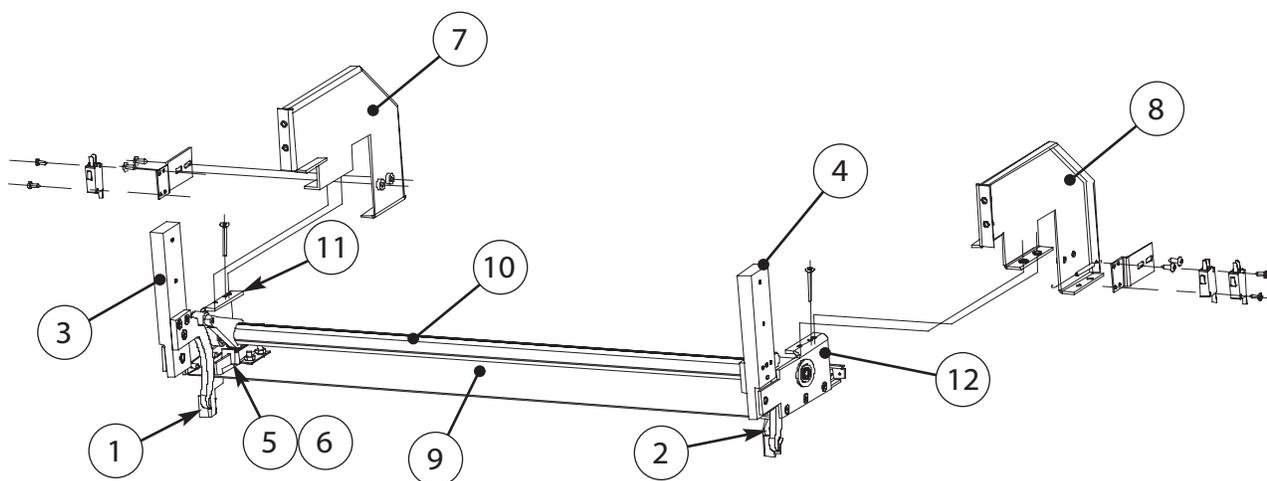

Figure A-11 : Contrepoids, charnière et commutateur - Détails
* REMARQUE : Pour des détails sur le commutateur d'interverrouillage, voir Figure A-11, page A-13.